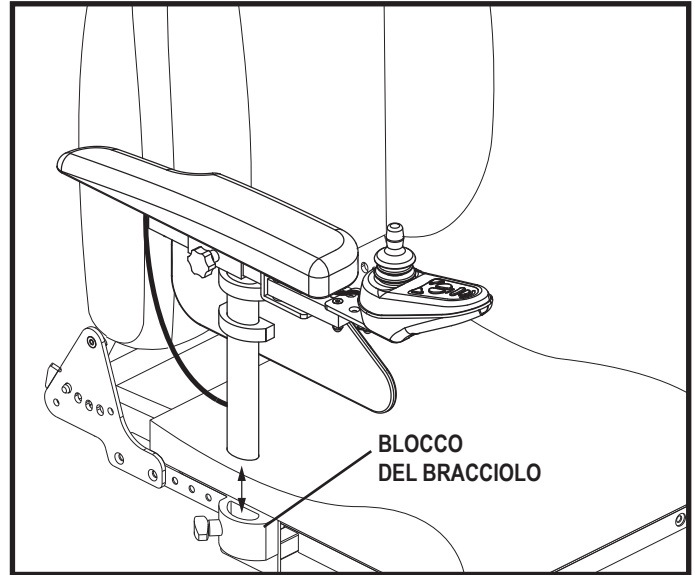

Figura 16. Rimozione/Installazione bracciolo
1. Posizionare il bracciolo nel blocco corrispondente. Vedere la figura 16.